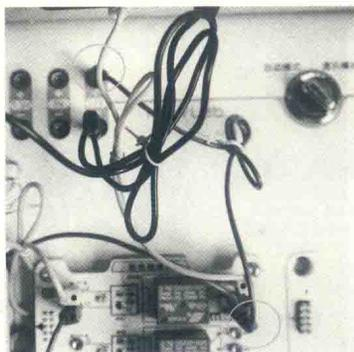
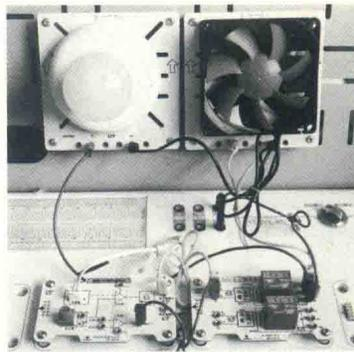

图1-7 继电器模块与12V电源正极连接图
图1-8 温控场景搭建效果
6) 使用一条蓝色连接线将继电器模块的J8接口与12V电源的正极相连接, 如图1-7所示。连接完成后的效果如图1-8所示, 此时可启动实验平台的电源, 并开始工作。